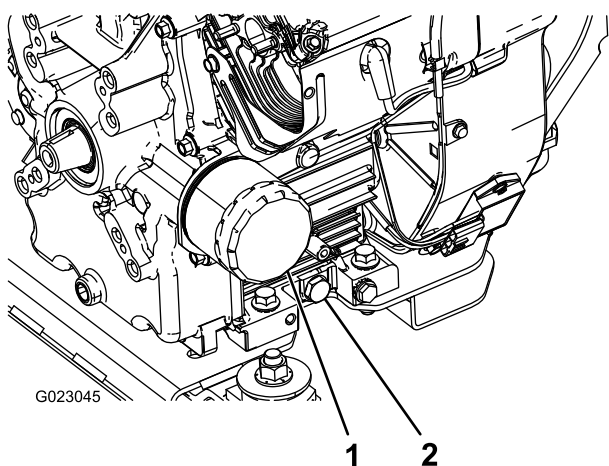

Figura 43
5. Îndepărtați bușonul de golire (Figura 43).
2. Demontați filtrul de ulei (Figura 43).
5. Montați filtrul de ulei nou pe adaptor. Rotiți filtrul de ulei în sensul acelor de ceasornic până când garnitura din cauciuc intră în contact cu adaptorul filtrului, apoi strângeți filtrul cu încă jumătate (½) de tură (Figura 43).